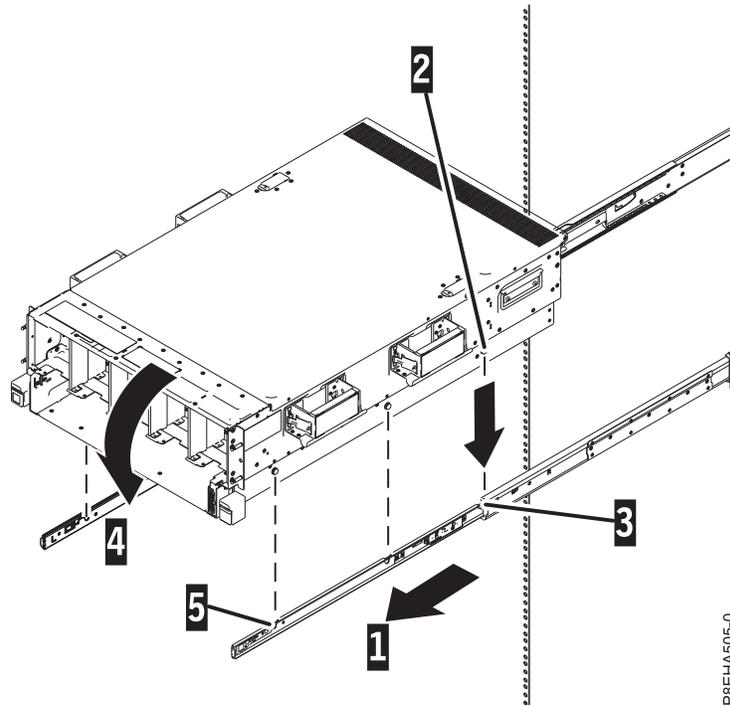

Abbildung 11. Chassis auf der Montagehardware installieren
1. Ziehen Sie die Montagehardware (**1**) heraus, wie in Abb. 11 auf Seite 12 gezeigt.
4. Kippen Sie die Vorderseite des Systems, sodass die Stifte an der Rückseite des Chassis (**2**) in die Bohrungen an der Rückseite der Montagehardware (**3**) eingeführt werden, wie in Abb. 11 gezeigt.
5. Kippen Sie die Vorderseite des Systems nach unten, sodass die Stifte des Chassis in die vorderen (**4 und 5**) und mittleren Bohrungen der Montagehardware eingeführt werden, wie in Abb. 11 gezeigt.